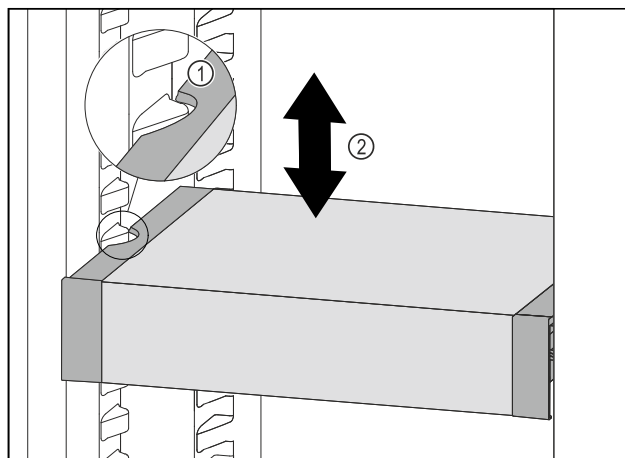

Fig. 93
- Tirare VarioSafe in avanti fino a quando le cavità laterali di VarioSafe non si trovano al livello della nervatura del contenitore nel vano frigorifero. Fig. 93 (1)
- Spostare VarioSafe verso l'alto o verso il basso nel vano frigorifero fino a raggiungere l'altezza desiderata. Fig. 93 (2)